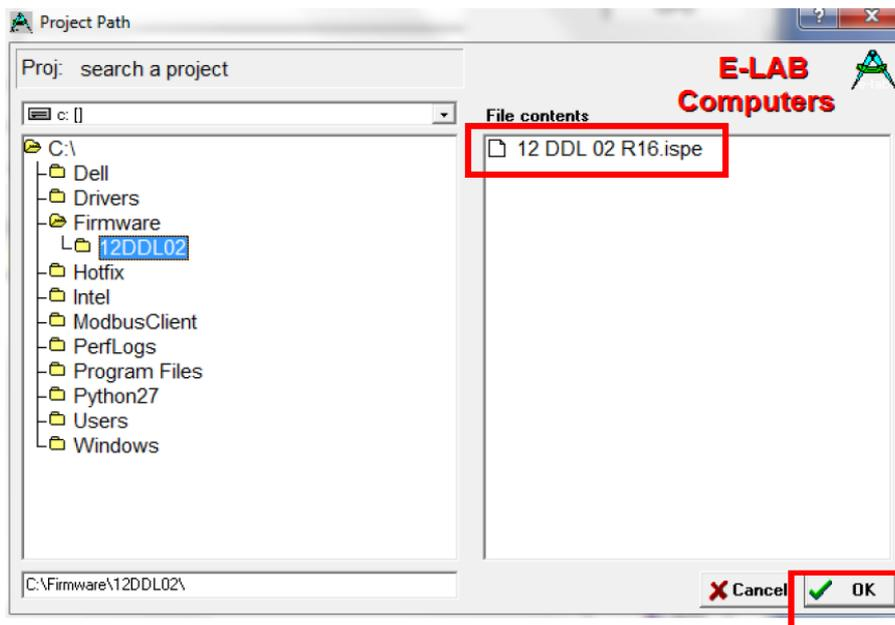

Рисунок 5
2.5 Выберите файл и нажмите «OK» (рисунок 5).